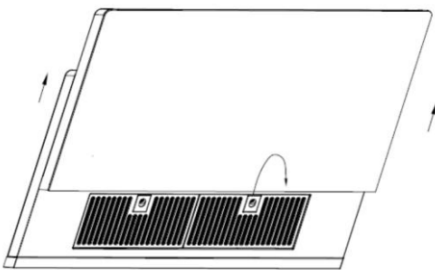

Fig.1
Melepaskan Filter Minyak Berbahan Logam (Fig. 1, Fig.1. 1)
- Untuk Melepas, tahan filter bawah dan tarik bagian atas dari filter logam. Lepas komponen filter minyak dan pisahkan bagian dalam dan luar dari filter minyak. (Fig.1).